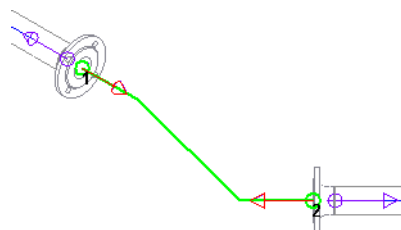

Рис.3
- ▼ **По кратчайшему расстоянию** — вершины выбранных объектов соединяются одним прямым сегментом либо кривой у которой крайние сегменты построены на продолжении объектов (рис.3).